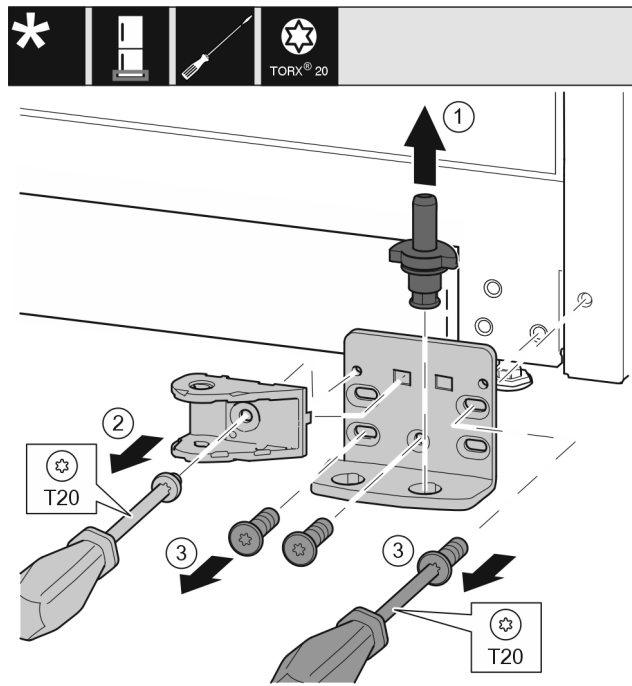

Fig. 41
- ▶ Húzza ki teljesen a csapszeget Fig. 41 (1) felfelé.
- ▶ Tekerje ki a csavart Fig. 41 (2) csavarhúzóval, és vegye le a záráscsillapító egység kötőelemét.
- ▶ Tekerje ki a csavarokat Fig. 41 (3) csavarhúzóval, és vegye le a csapágybakot.